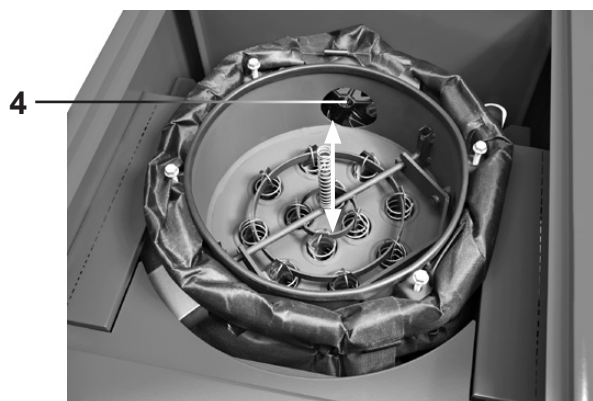

Fig. 07
2. Poussez l'unité de régulation de 20 cm environ vers le haut (Fig. 07) et déplacez-la plusieurs fois vers le haut et vers le bas (env. 10-20 cm) en appuyant fortement.
4. Nettoyez l'hélice (4) du système d'aspiration à l'aide d'un pinceau et d'un aspirateur, retirez les éventuelles incrustations avec un grattoir.